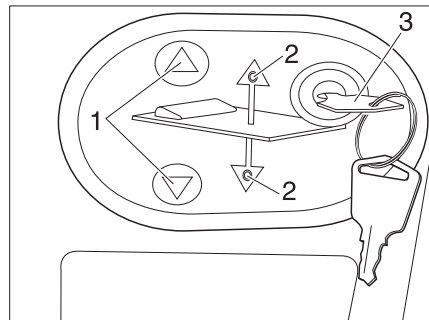

Fig. 163 Panel de mando de la cama elevada eléctrica
- Introducir la llave (Fig. 163, 3) en el panel de mando (Fig. 163, 2).
- Pulsar y mantener pulsada la tecla  o  (Fig. 163, 1). El LED correspondiente (Fig. 163, 2) se enciende y la cama elevada se baja o se levanta.
- Cuando se alcanza la posición deseada, soltar la tecla  o  (Fig. 163, 1). El LED correspondiente (Fig. 163, 2) se apaga.
- Extraer la llave (Fig. 163, 3).